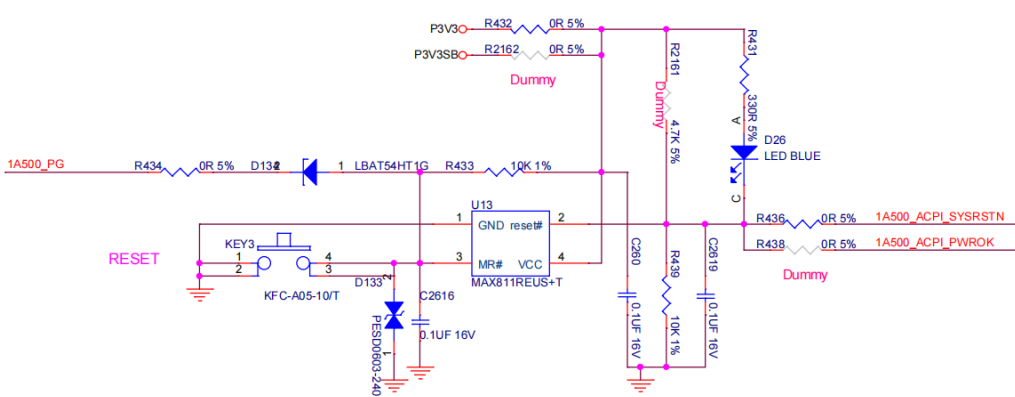

图 2-12 复位按钮原理图
(3) 复位按钮：用于硬件复位系统，在程序卡死或需要重新启动系统时使用。其原理图如图 2-12：